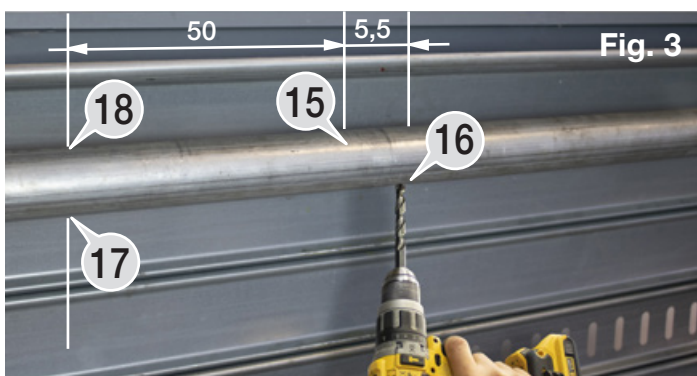

Fig. 3
- Passare il cavo d'alimentazione "44" attraverso il foro "17" fig.3 evitando qualsiasi contatto con le parti rotanti e farlo uscire dall'estremità sinistra del tubo di supporto serranda.